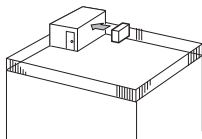

Fig. 2-3
- ① Direcione a saída de ar para a parede mais próxima a uma distância de cerca de 35 cm. (Fig. 2-3)